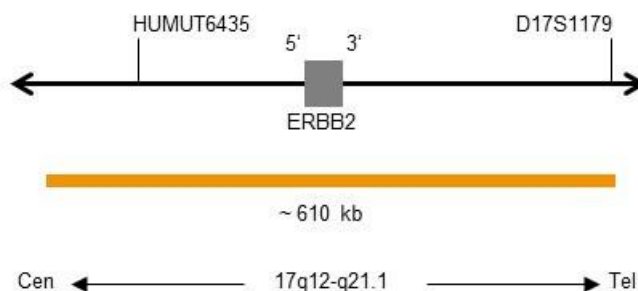

Abb. 1: SPEC ERBB2 Sondenlokalisierung (nicht maßstabsgetreu)
- ZyOrange (Anregung 547 nm/Emission 572 nm) markierten Polynukleotiden (~4,5 ng/ μ l), die gegen Sequenzen in 17q12-q21.1* (chr17:37,572,531-38,181,308) gerichtet sind, welche die ERBB2-Genregion enthalten (siehe Abb. 1).